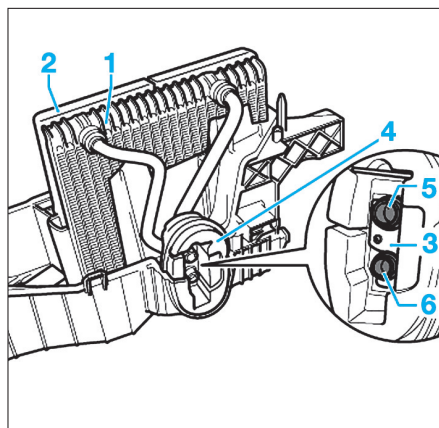

Fig. 18
- Déposer l'évaporateur (1) (Fig.18).
- Contrôler le joint (2) avant la remise en place de l'évaporateur (Fig.18).
- Poser le support (3) et le joint d'étanchéité (4) sur les tuyaux de raccord (5) et (6) de l'évaporateur.